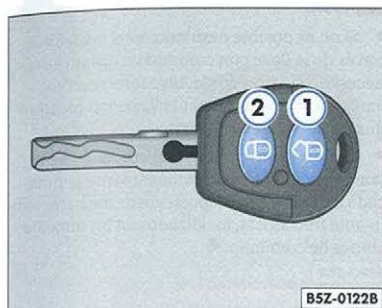

Fig. 35 Funciones de las teclas en la llave con mando a distancia
Con la tecla ② ⇒ fig. 35 ① es posible
Con la tecla ① ⇒ fig. 35 ② es posible:
– Presione la tecla de bloqueo  ⇒ página 57, fig. 35 por dos veces, como mínimo. Para confirmar la sincronización, las puertas del vehículo serán trabadas y destrabadas.
Si la tecla de desbloqueo  ⇒ página 57, fig. 35 fuera frecuentemente accionada fuera del área de acción del mando a distancia ⇒ página 57, fig. 36, es posible que no se pueda más trabar o destrabar el vehículo con el mando a distancia. La llave con el mando a distancia deberá ser nuevamente sincronizada.